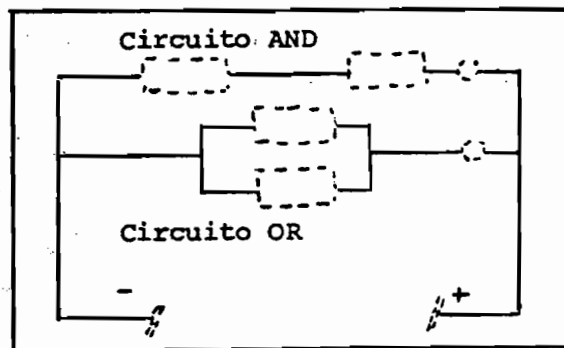

Figura 2
- a) En la cara superior se dibuja el esquema del circuito y se hacen los calados respectivos (Figura 2).